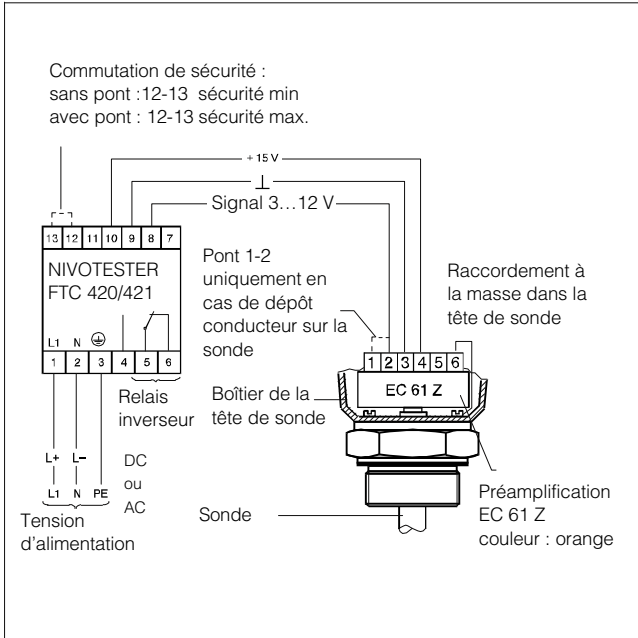

Fig. 6
- La fig. 6 montre le raccordement sonde-Nivotester FTC